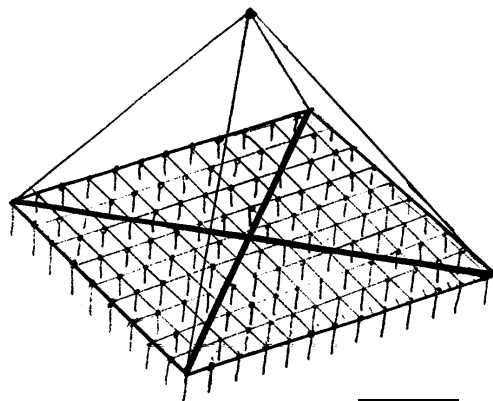

рис. 2
35...40 мм. Люстру подвешивают с помощью четырех лесок (рис.2). Высоковольтный кабель подсоединяют к любой точке люстры. Умножитель включен "наоборот": к контакту + подсоединяется переменное напряжение, с контакта ~ снимают постоянное (40 В).